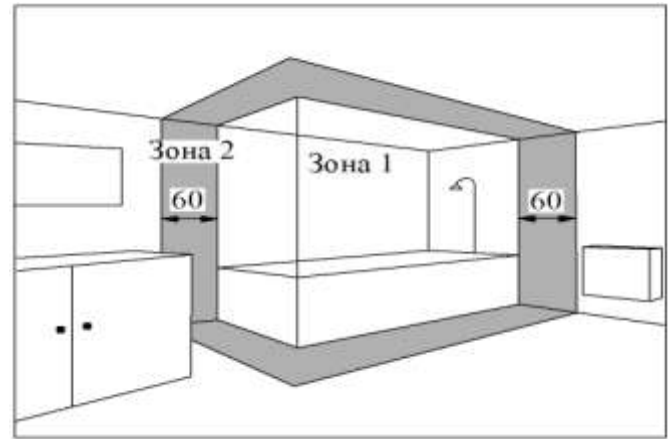

Рис. 6
5.6 Конвектор допускается устанавливать в ваннных комнатах, душевых (рис. 6). При этом установка конвектора запрещается: